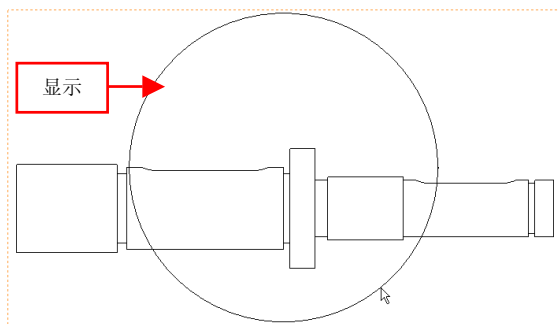

图 11-27 显示一个圆对象
(4) 单击鼠标左键，弹出【圆】属性管理器，向外拖曳鼠标至合适位置后，单击鼠标左键，显示一个圆对象，如图 11-27 所示。